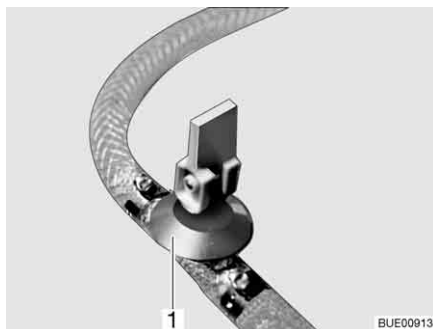
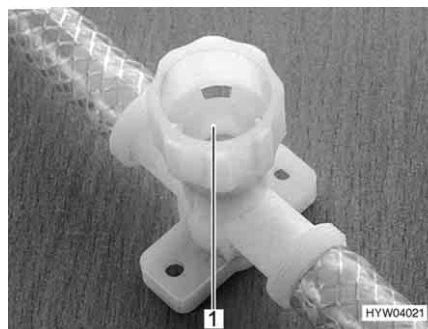

Fig. 236 Robinet de vidange (avec levier à bascule)
Fig. 237 Robinet de vidange (avec capuchon tournant)
- Fermer tous les robinets de vidange. Placer pour ce faire le levier à bascule (Fig. 236,1) à l'horizontale ou faire tourner le capuchon du robinet de vidange (Fig. 237,1) dans le sens des aiguilles d'une montre.